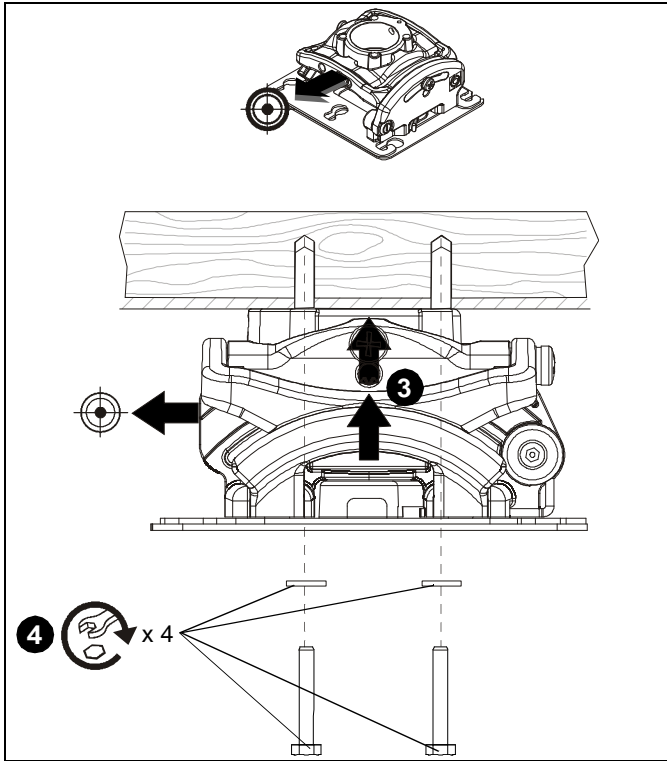

Figure 7
4. Fixez le RPME à la structure en utilisant quatre vis à bois #10-24 x 3" (non incluses) et quatre rondelles plates de 1/4" (non incluses). (Voir la Figure 7)